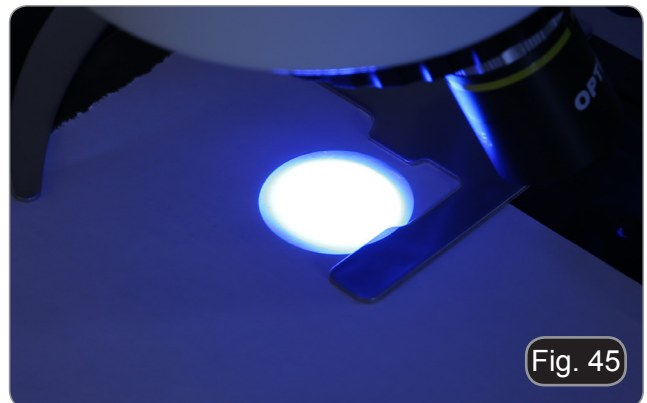

Fig. 45
7. Vergrößern Sie das Bild mit der Fokussierschraube der Kollektorlinse un'illuminazione, bis die Ausleuchtung homogen ist. (Fig. 45). Setzen Sie nun eine Linse in den Lichtweg ein und optimieren Sie mit Blick in die Okulare die Beleuchtung mit den Schrauben ② und ③.